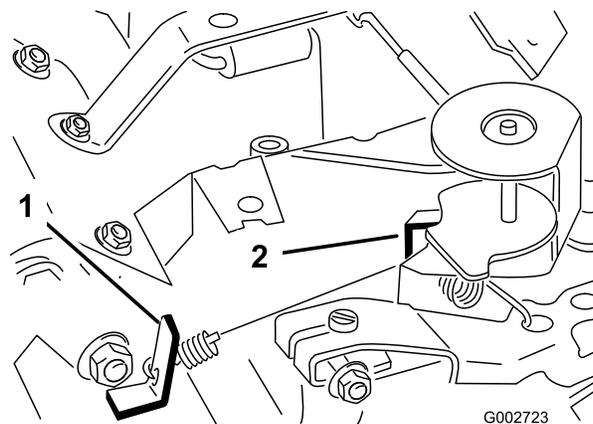

Figura 29
3. Piegate la linguetta di ancoraggio della molla regolata alla minima (Figura 29) per ottenere una minima di 1750 ± 50 giri/min. Controllate la velocità con un tachimetro.
della massima (Figura 29) per ottenere una velocità massima di 3150 ± 50 giri/min.